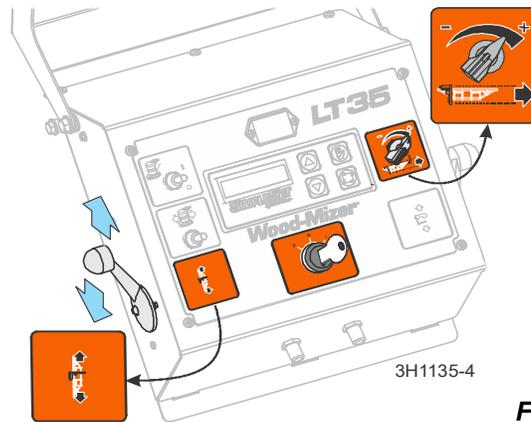

FIG. 3-3
7. Utilisez l'interrupteur avance/recul (côté gauche du boîtier de commande) pour déplacer la tête de coupe vers l'avant (côté attelage) de la scierie. **Voir Fig. 3-3.**
- Utilisez l'interrupteur de contrôle de l'avance (côté gauche du boîtier de commande) pour déplacer la tête de coupe vers l'extrémité avant de la scierie. **Voir Fig. 3-3.**